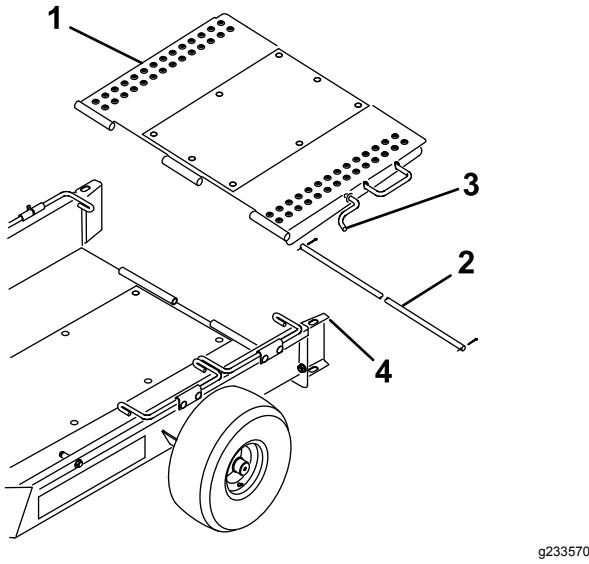

Figura 3
5. Montate la rampa del rimorchio sul retro del pianale con il perno di incernieramento e le due coppiglie (Figura 3).
6. Ruotate verso l'alto la rampa del rimorchio e agganciate il suo fermo nel foro nella parte superiore della guida ruote (Figura 3).
8. Ruotate verso l'alto la rampa del rimorchio e agganciate il suo fermo nel foro nella parte superiore della guida ruote (Figura 3).